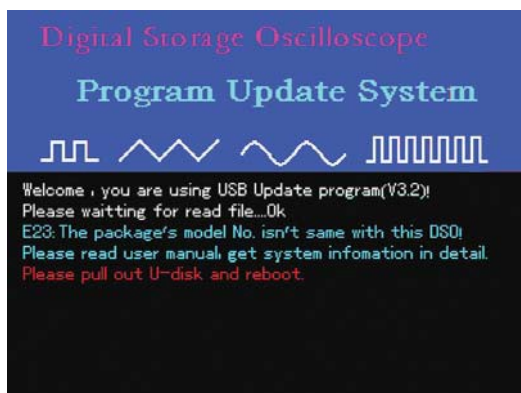

Figura 5-12
7. Si el modelo del paquete de actualización es incompatible con el del equipo, el indicador de la figura 5-12 aparecerá: "E23: el modelo del paquete no es el mismo que el de este DSO. Por favor lea el manual de usuario, para más detalles del sistema. Por favor retire el disco U y reinicie".